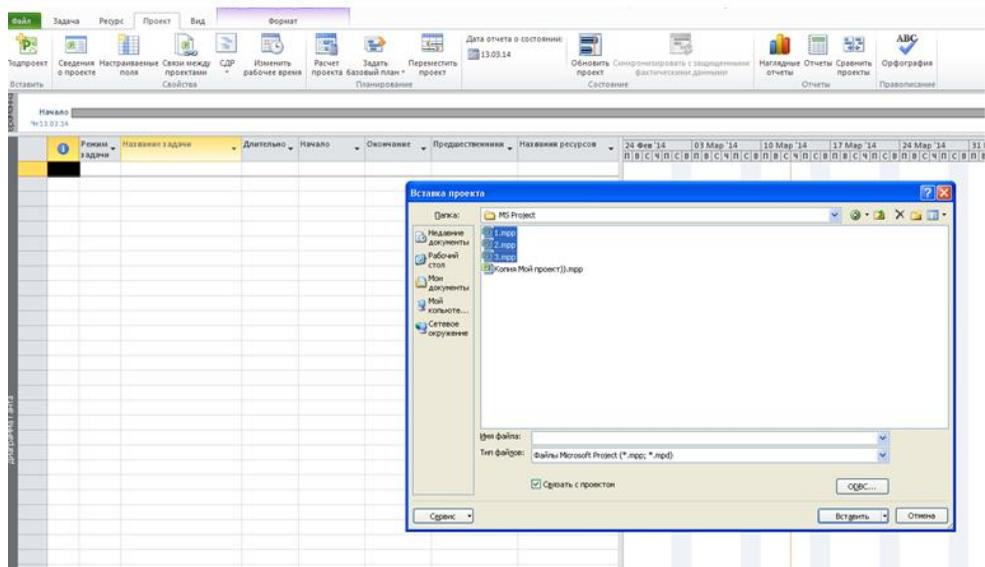

Рис.15. Консолидация отдельных расписаний
- В открывшемся окне **Вставка проекта** выбрать проекты, подлежащие консолидации (вложенные проекты), удерживая нажатой клавишу Ctrl (рис.15).